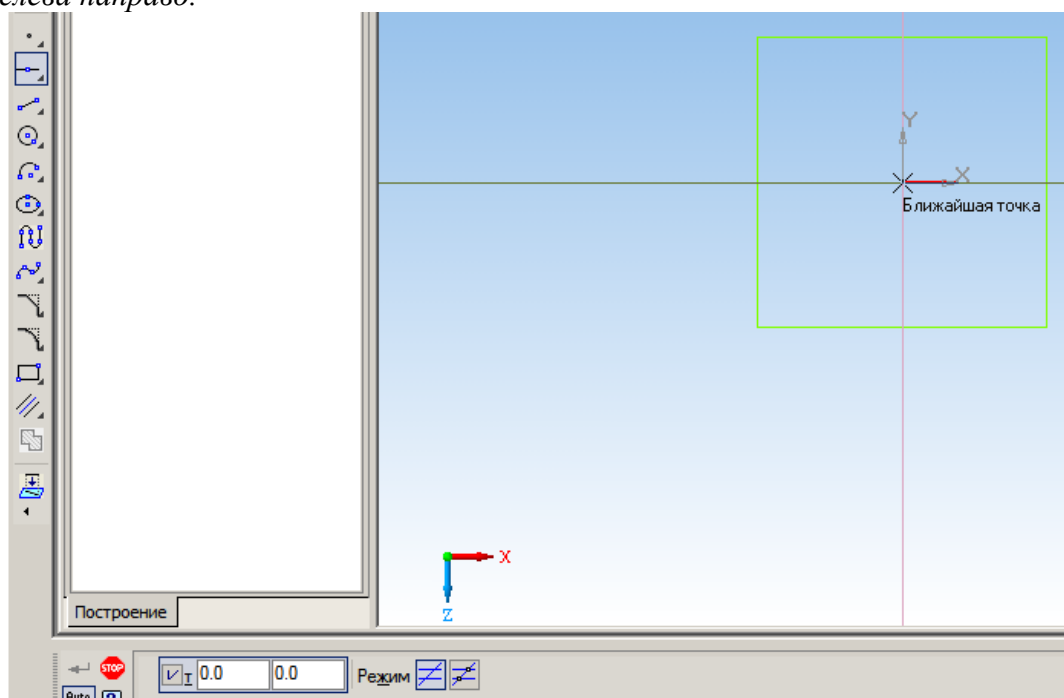

Рис. 9. Постройте вспомогательные прямые, проходящие через начало координат
5. Постройте вертикальную и горизонтальную вспомогательные прямые, проходящие через начало координат, для чего щелкните по кнопке соответствующих инструментов, а затем щелкните в рабочей области вблизи начала координат (вы увидите, как сработает привязка к началу координат), или на *Панели свойств* в поле \underline{t} введите координаты $0,0$ (рис. 9). Прервать команду можно клавишей *Esc* или кнопкой *STOP* на *Панели свойств*.